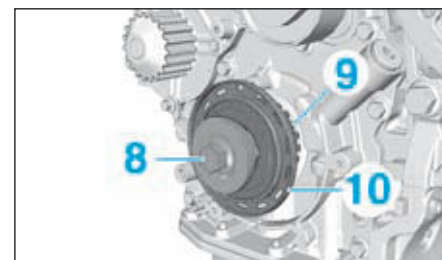

FIG.11
- Déposer la vis (8) de poulie de vilebrequin (Fig.11).
- Déposer le pignon (9) de vilebrequin en prenant soins de ne pas endommager la cible (10).